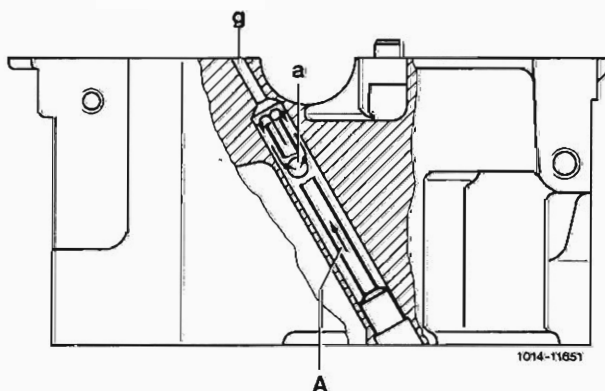

Bild 2 Steigrohr
- Bei ausgebautem Zylinderkopf: am Steigrohr (A) (Bild 2), das ein Leerlaufen der Ölkanäle zu den Hydraulikelementen verhindert.